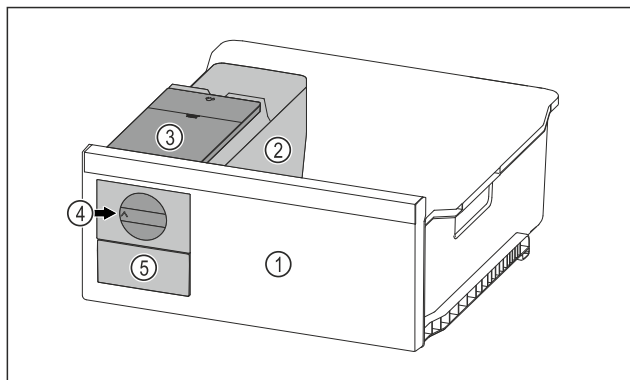

Fig. 70 Immagine a titolo di esempio
- Ruotare la manopola Fig. 70 (4) verso destra finché non si arresta.
- I cubetti di ghiaccio cadono dalla ciotola dei cubetti di ghiaccio nel cassetto dei cubetti di ghiaccio Fig. 70 (5). Se non tutti i cubetti di ghiaccio fuoriescono dalla ciotola dei cubetti di ghiaccio: